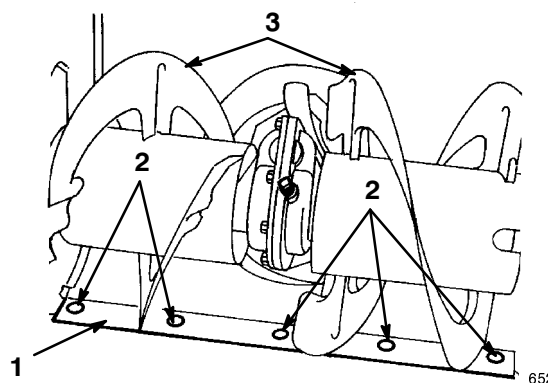

Figure 26
5. Placez un support sous les lames de la tarière pour qu'elles se trouvent à 3 mm du sol (Fig. 26).
7. Pour corriger la position de la lame racleuse, desserrez les 5 vis de montage (Fig. 26), mettez la lame de niveau à la hauteur voulue et resserrez les vis.